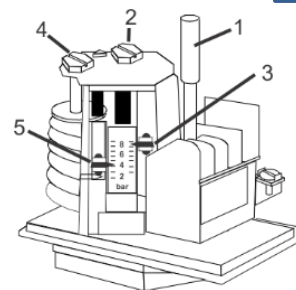

Fig. 2
- Version avec réarm. manuel (FF4-...DRH ou DDH): Appuyer le bouton 1 (fig.2) pour réarmer lorsque la pression a dépassé le seuil bas ou haut suivant le modèle.